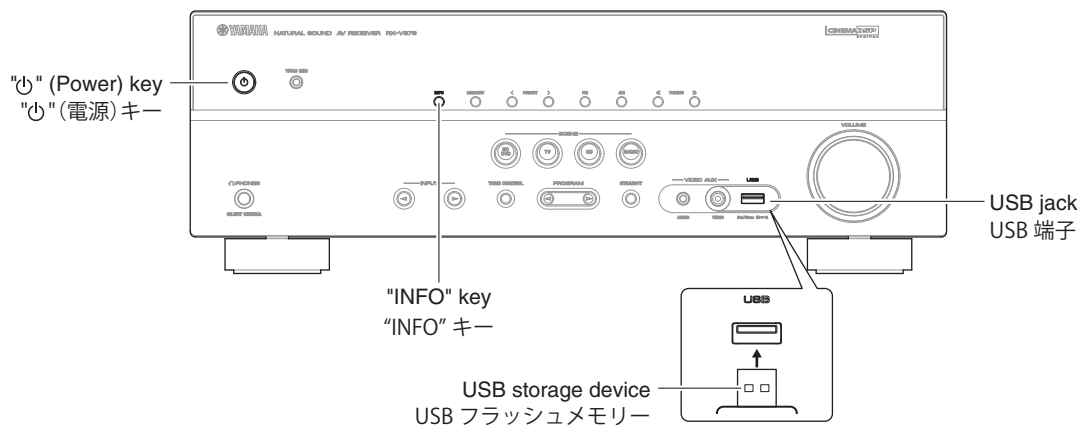

Fig. 1
(Fig. 1)
2. While pressing the "INFO" key, connect the power cable to the AC outlet. (Fig. 1)
1. USB 端子に USB フラッシュメモリを差し込みます。(Fig. 1)
2. "INFO" キーを押しながら、電源コードを AC コンセントに接続します。(Fig. 1)
- Press the “ $\phi$ ” (Power) key to turn off the power. (Fig. 1)
- Remove the USB storage device from the USB jack. (Fig. 1)
- “ $\phi$ ” (電源) キーを押して電源を切ります。(Fig. 1)
- USB 端子から USB フラッシュメモリーを抜きます。(Fig. 1)